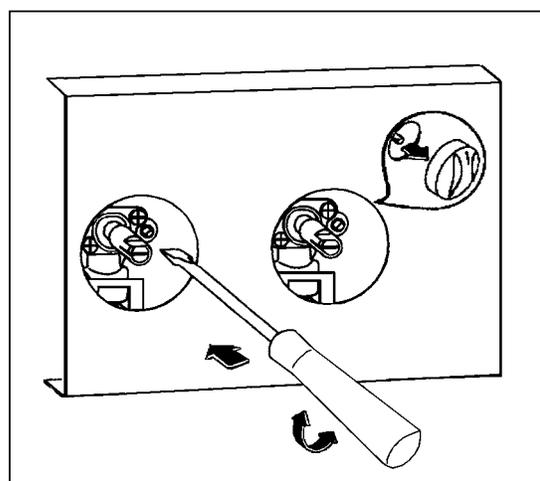

fig.14
4. Dévissez ou vissez la vis pointeau (qui se trouve à droite de l'axe du robinet fig. 14) jusqu'à l'obtention d'une flamme très courte mais stable pour le gaz naturel. Pour le gaz butane - propane, vissez totalement la vis dans le sens des aiguilles d'une montre.
4. Dévissez la vis pointeau (fig. 14) d'environ 3 tours.